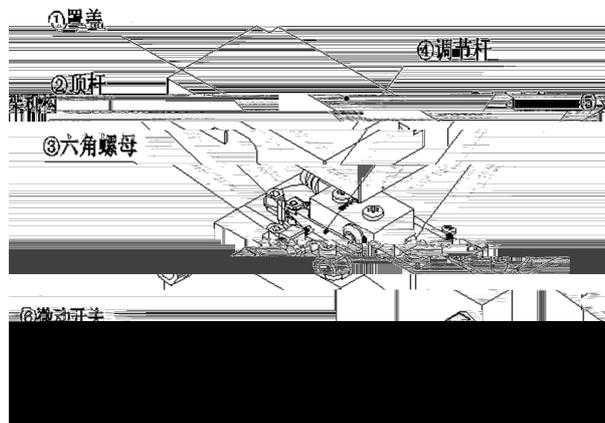

图 11 顶杆机构组成部分
制动器顶杆机构由罩盖①，顶杆② 六角螺母③ 调节杆④ 支架机构⑤ 微动开关⑥组成，见(P5 图 11)所示。制动器顶杆机构行程的调整，在装有微动开关和顶杆机构的支架固定后，通过调整顶杆位置改变顶杆行程的大小来保证微动开关的可靠动作。